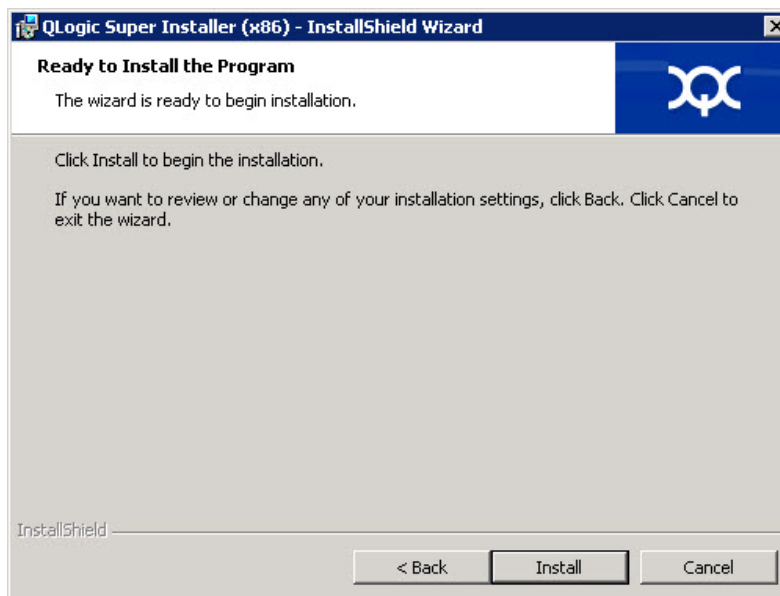

Figure 3-6. Assistant InstallShield : Fenêtre Prêt à installer le programme
7. Dans la fenêtre Prêt à installer de l'Assistant InstallShield (Figure 3-6), cliquez sur **Install** (Installer). L'Assistant InstallShield installe les pilotes et le programme d'installation du logiciel de gestion de l'adaptateur QLogic.